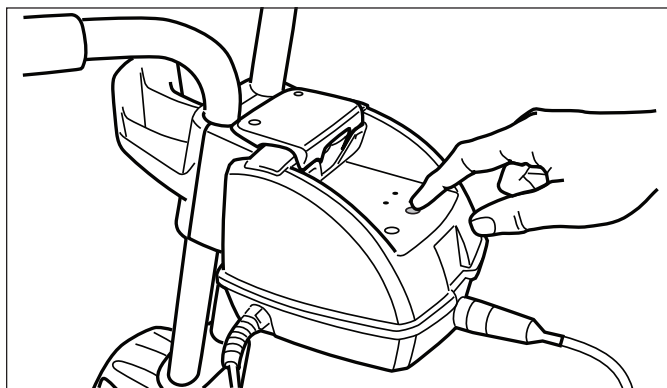

Figure 19. Démarrer le nettoyeur
1. Démarrer le nettoyeur en appuyant sur le bouton qui active le programme de nettoyage « Cycle I ». Le « Cycle I » de nettoyage est le cycle de nettoyage principal pour les piscines creusées. Si un cycle alternatif est souhaité, appuyer « Cycle II ». Se référer à la Figure 19. Le voyant du cycle choisi s'allume et le robot démarre après quelques secondes. Quand le robot est **ACTIVÉ**, il restera en état d'alerte jusqu'à ce que le bouton du Cycle I soit appuyé.